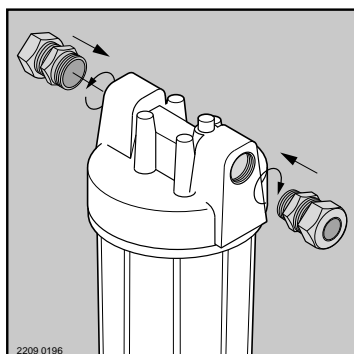

Figure 1
1. Après avoir choisi l'endroit où l'on désire installer le filtre sur la conduite d'eau, déterminer si les robinets existants permettront d'isoler la cuve du filtre lorsqu'il sera temps de remplacer la cartouche. Il est important qu'un robinet soit posé de chaque côté de la cuve du filtre. Si la cuve du filtre est posée près du robinet principal de l'alimentation en eau, un seul robinet devra être posé après le filtre pour empêcher le refoulement de l'eau des conduites de la plomberie pendant le remplacement de la cartouche. Visser les raccords à compression en laiton ou les robinets à boisseau sphérique dans la tête du filtre en utilisant du ruban téflon (voir la Figure 1). Ne pas utiliser de pâte pour raccords filetés. Les serrer fermement avec une clé mais ne pas les forcer. Dans le cas des conduites d'eau de 1/2 pouce, utiliser les olives en caoutchouc et, pour les conduites d'eau de 3/4 de pouce, utiliser les olives en laiton.